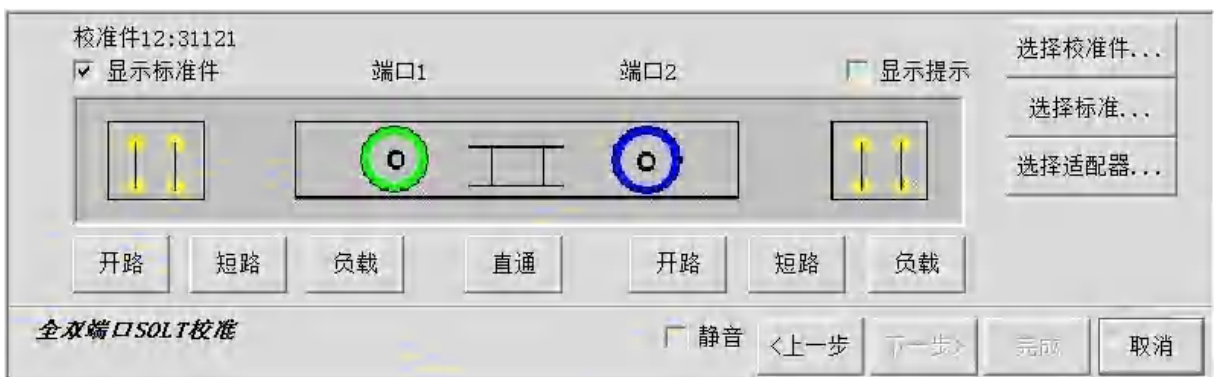

图7.12 校准对话框
- 6) 进行标准的测量，点击图 7.12 中的[开路]、[短路]、[负载]、[直通]，点击**标准件类型及接口形式**下方按键（此处因所选择校准件类型不同而显示不同），完成后点击[确定]。如果需要限定校准频率范围，在[**最小频率**]和[**最高频率**]输入框内进行修改。完成相关测量后，校准对话框中的对应标准按钮变成绿色。